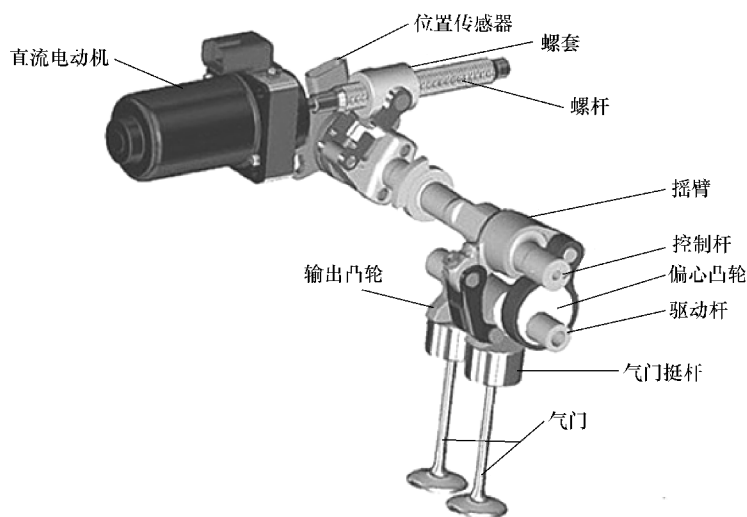

图 2-24 电子气门结构与工作原理
(1) 定义 电子气门技术就是电子气门调节系统, 英文为 “Valve Tronic”, 主要依靠电子系统控制进气阀门开启的深度, 进而控制进气量。
(2) 结构与工作原理 电子气门主要由直流电动机、位置传感器以及气门组件等组成, 如图 2-24 所示。当踩下加速踏板时, 信号以电子、数字方式传送给发动机气门上端的直流电动机。当直流电动机接到信号后, 会做适度转动, 经由一套额外的摇臂、控制杆、偏心凸轮等部件, 最终改变进气阀门开启的深度, 以实现气门调节功能。